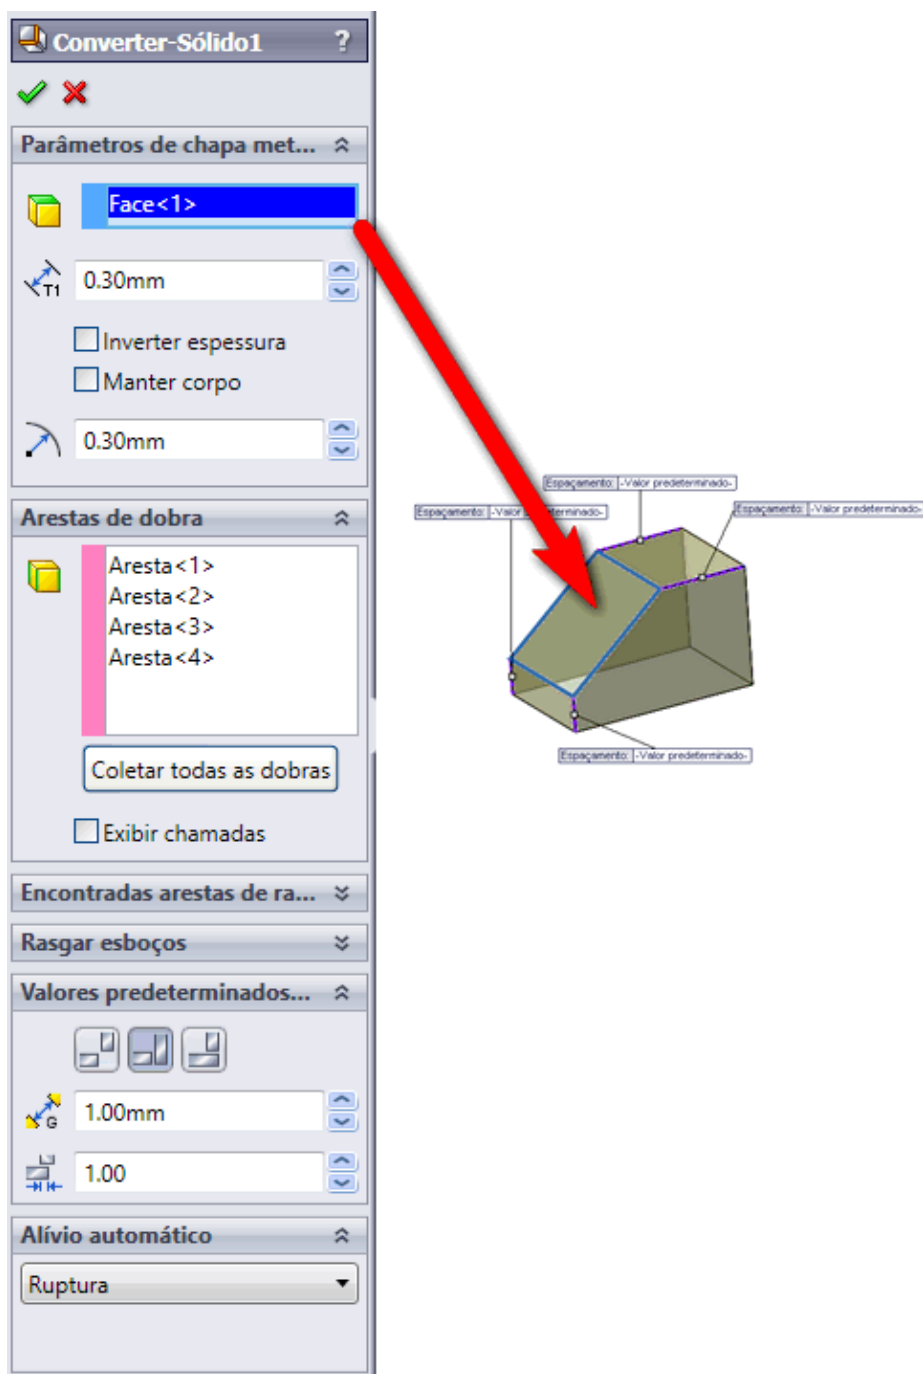

Figura 2.8 - Ferramenta Converter em chapa metálica.
2.1. Na aba **Chapa metálica**, clique na ferramenta **Converter em chapa metálica**  e configure as propriedades da ferramenta conforme a Figura 2.8. Certifique-se de que a face de baixo e da frente não esteja selecionada, pois devem ser removidas para possibilitar a entrada do carrinho. Você consegue perceber isso girando a peça, pois as faces que serão removidas aparecem na cor cinza.